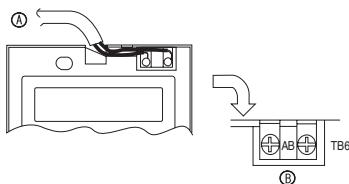

Fig. 6-4
2) Anslutningsprocedur (Fig. 6-4)